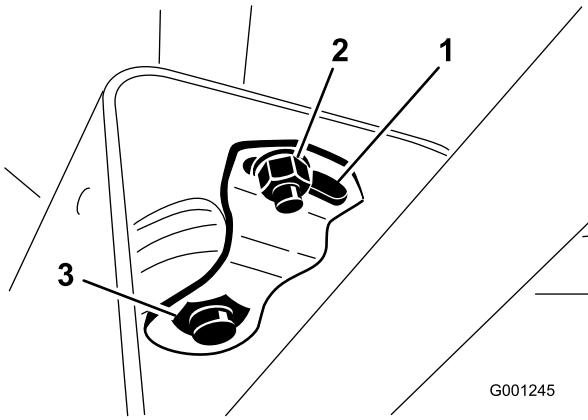

Figura 27
3. Desaperte a porca pequena e rode o apoio da articulação até apertar a porca grande, em baixo (Figura 27).
2. Faça deslizar a cobertura para cima, ao longo da coluna de direção, de modo a expor o apoio da articulação (Figura 27).